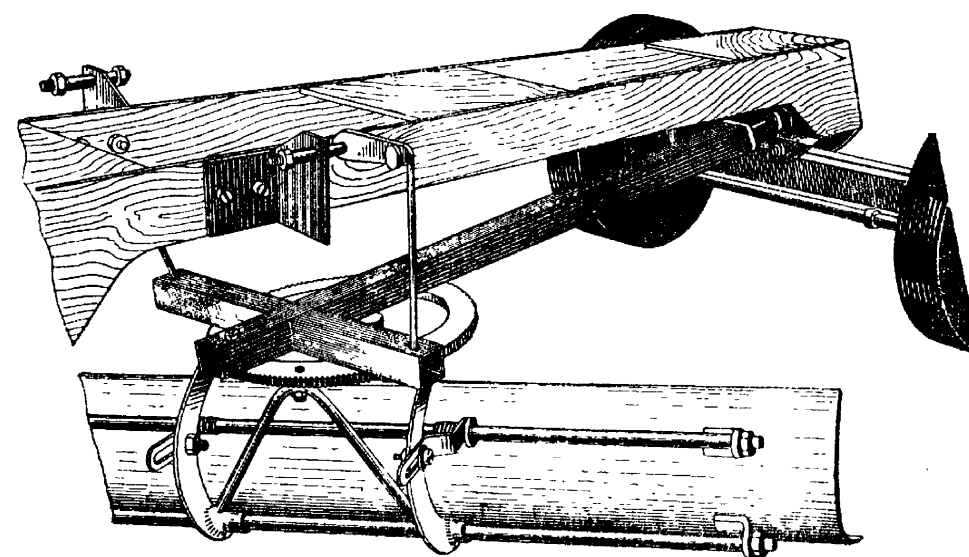
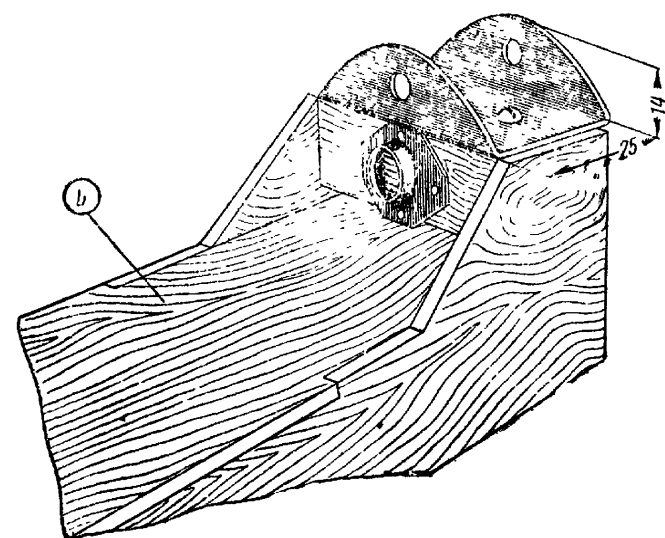

Рис. 5
Рис. 6
Передний мост подвесите к кронштейну основной рамы (рис. 5). Кронштейн сделайте из 1,5 мм железа. В кронштейне просверлите отверстия: два — для его крепления и два (по бокам) — для оси переднего моста.
**Тяговая рама** (рис. 5) служит для соединения поворотного устройства и рабочей части грейдера (отвала) с основной рамой. В плане тяговая рама модели представляет собой крестовину коробчатого сечения. Продольная балка крестовины передним концом опирается при помощи шарового шарнира на основную раму (рис. 6). Поперечная балка подвешивается в двух точках к вертикальным тягам. Такое крепление тяговой рамы позволяет отвалу перемещаться относительно продольной оси машины. Нарезьте из белой жести полоски шириной по 20 мм и согните их под прямым углом, зажав в тиски между двумя фанерками с ровными краями так, чтобы получились угольники 10×10 мм. Для продольной балки возьмите две полоски длиной 270 мм, для поперечной — четыре длиной 65 мм. Уголки сложите попарно, чтоб в сечении получился квадрат, и места стыков пропаяйте. В тот конец продольной балки, который будет соединен шарнирно с основной рамой, впаяйте гайку под винт толщиной 3—4 мм. К противоположному концу балки, отступя на 28 мм, припаяйте по бокам две поперечины. Они должны располагаться по одной линии, образуя с продольной балкой как бы целую деталь.
Шаровой шарнир состоит из шаровой пяты и шаровой опоры. Шаровая опора делается так. Из листового алюминия толщиной 1 мм вырежьте четырехугольник примерно 30×30 мм и просверлите в его центре отверстие 5 мм. Положите заготовку на досочку из липы или другой мягкой древесины, а на отверстие — шарик диаметром 8 мм. Ударьте по шару сильно молотком. Тогда от удара молотка шарик образует ямочку в дереве на половину своего диаметра, а на алюминии по своей форме сферическое гнездо. Обрежьте заготовку ножницами ровно настолько, чтобы она умещалась на бруске основной рамы (рис. 6), и шаровая опора готова. Пяту сделать проще. Для этого к шару, которым только что пользовались, припаяйте с отпленной головкой винт длиной 30 мм. Резьба этого винта должна соответствовать резьбе гайки, установленной на продольной балке тяговой рамы. Проденьте сначала винт через отверстие шаровой опоры, а потом сверните его в гайку. Опору прибейте четырьмя гвоздями к бруску основной рамы только после того, как закончите сборку поворотного устройства.
На расстоянии 30 мм от боковых обрезков отвала припаяйте угольники 10×10 мм (рис. 5) с отверстиями. Проденьте в отверстия направляющие стержни диаметром 5 мм с резьбой на концах и закрепите гайками. Благодаря этим стержням отвал можно выносить влево или вправо, передвигая во втулках фигурных кронштейнов. Фигурные кронштейны сделайте из железа, немного потолще железа, взятого для отвала. Конфигурация кронштейнов следует подбирать с таким расчетом, чтобы можно было изменять угол резания. К нижним концам кронштейнов припаяйте втулки — обрезки трубок по 10 мм. Втулки наденьте на нижний направляющий стержень. Верхние концы кронштейнов отогните, чтобы получились лапки. Лапками прикрепите кронштейны к поворотному кругу. В лапках и опорном кругу просверлите отверстия. В отверстиях круга нарежьте резьбу и винтами укрепите кронштейны. Для жесткости оба кронштейна свяжите подкосом, согнутым из прутка 4 мм. К кронштейнам подкос припаяйте, а к кругу привинтите. Для этого в месте изгиба подкос немного расплющите (тогда его легко будет просверлить), а в обод поворотного круга просверлите отверстие и нарежьте резьбу. При выполнении этой операции следите, чтобы кронштейны были параллельными между собой, иначе втулки зажмут направляющий стержень и отвал нельзя будет сдвинуть в сторону.
Промежуточным звеном между направляющими колесами и рулевой машинкой является продольная штанга. Это ровный пруток толщиной 4 мм с отогнутым под тупым углом концом, проходящим в прорезь детали «Б» (рис. 6). В сужающейся части основной рамы по оси модели установите продольную штангу. Установите ее в наибольших уголках, как в подшипниках. Чтобы отогнутым концом штанга не задевала за винт шаровой пяты тяговой рамы, прогните ее полупетлей. Самый кончик штанги расплющите и просверлите в нем отверстие. В отверстие вставьте толкающую тягу, сделанную из велосипедной спицы и с таким же оловянным шариком, как у вертикальных тяг. С рычагом поворотного кулака (с левым или с правым, толкающая тяга соединяется шарнирно. Для этого конец тяги изогните и проденьте в штырек на трубки трапеции. Чтобы тяга не выскакивала, напаяйте на нее небольшую шайбочку. Основанием рулевого устройства служит металлическая скоба высотой 45 мм и шириной 60 мм, укрепленная на горизонтальной площадке основной рамы модели напротив передней стенки кабины. Винт подвижной гайки должен быть без искривлений и забитой, испорченной резьбы — тогда гайка сможет без задержки реагировать на изменение вращения якоря двигателя. Для винта хорошо подобрать опорные подшипники — короткие втулочки с буртиками и наружной резьбой В стойках скобы (на одном уровне) просверлите по диаметру втулочек отверстия, проденьте в них винт с подвижной гайкой, поставьте с двух сторон выточенные втулки и закрепите их гайками.